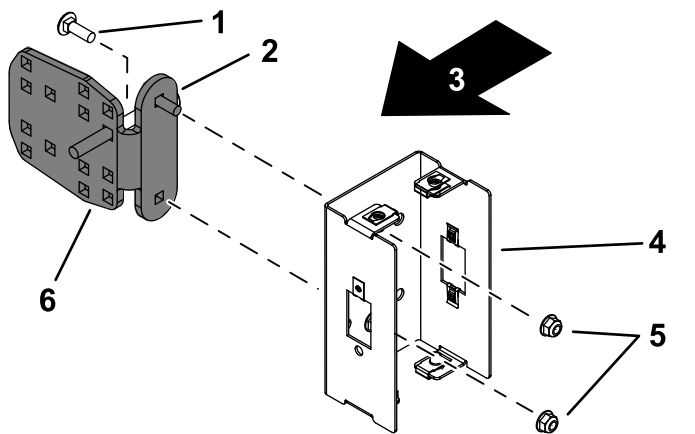

Figura 2
4. Instale el soporte de montaje en el soporte de la luz, como se muestra en la Figura 2.
Nota: Asegúrese de que la pestaña del soporte de montaje está orientada hacia atrás (Figura 2).